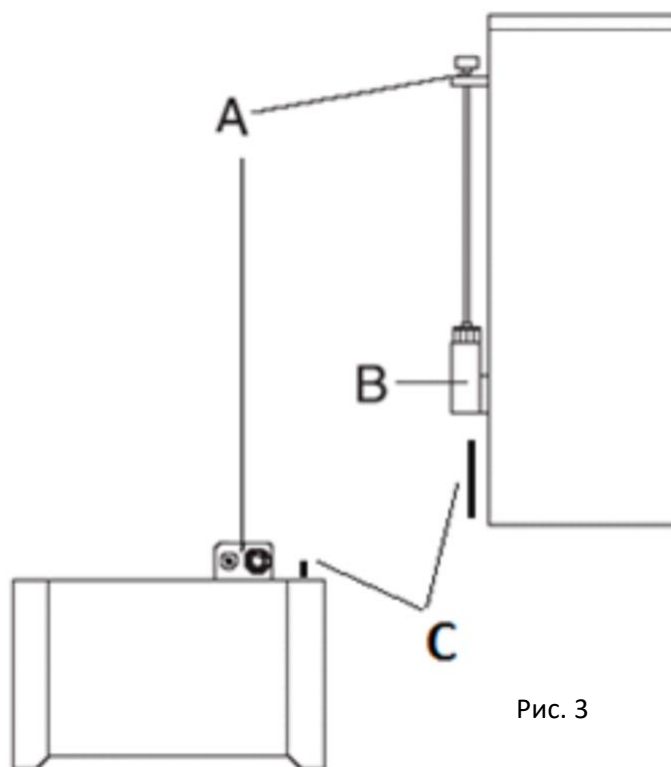
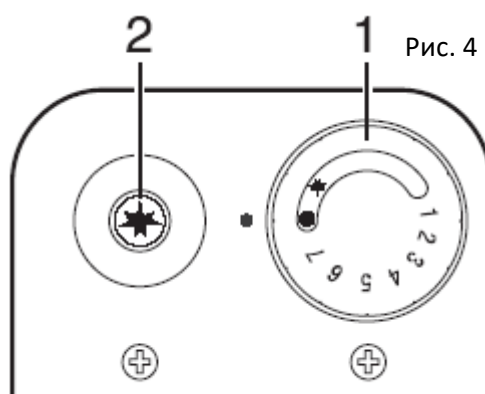
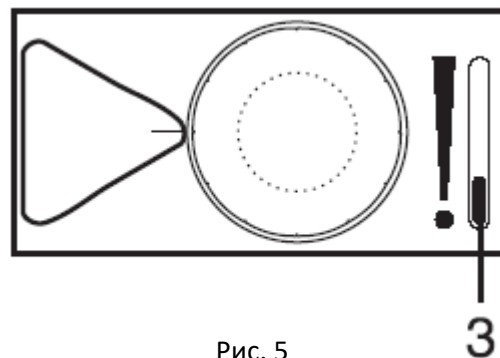

Рис. 3
Рис. 4
Рис. 5
А - ручка управления 1 и ручка пьезоэлектрического зажигания 2 (Рис.4)
В - вариант с универсальным клапаном рис. 4 или с регулятором движения BY-PASS (Рис. 5 на стр. 6)
- Поверните ручку управления 1 (см. Рис. 4) в положение зажигания ★ и вдавите ее до упора;
На газовой арматуре В (рис. 3) установите скользящую ручку управления 3 (рис. 5) в положение стандартной настройки, как показано на рисунке. Термостат, встроенный в регулирующий клапан, автоматически регулирует температуру в помещении, которая определяется ручкой управления 1. Указанные числа указывают область настройки термостата. Через короткое время вы сами узнаете, какая цифра настройки соответствует вашей желаемой температуре. Это зависит от местоположения жилища, размера помещения, характера здания и теплопотерь. По этой причине производитель указывает только номера настроек, которые могут отличаться. Для средней настройки 20-22 ° C настройка ручки управления 3-4 должна совпадать. Более высокие цифры
Чтобы восстановить термостатическое регулирование, ползунок управления 3 должен быть установлен в стандартное положение в соответствии с рис.5.